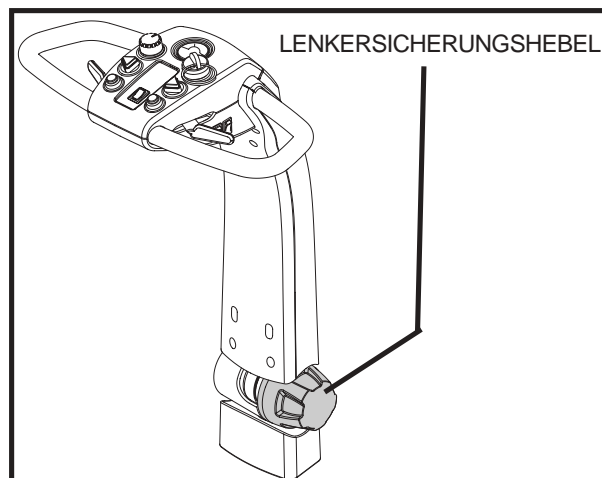

Abb. 14. Lenkersicherungshebel
1. Während Sie den Lenker festhalten, drehen Sie den Lenkersicherungshebel im Uhrzeigersinn, um den Lenker zu lösen. Siehe Abb. 14.